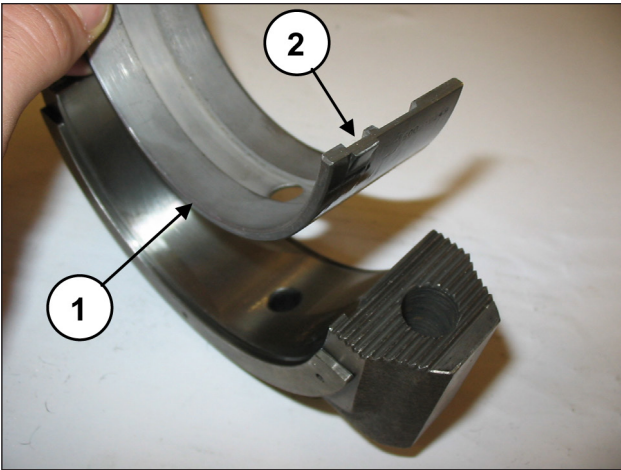

Abb. 83
Montieren Sie die unteren Lagerschalen an die Pleueldeckel (Pos. ①, Abb. 83) und vergewissern Sie sich dabei, dass die Bezugsmarkierung der Lagerschalen in der entsprechenden Aufnahme am Deckel zu liegen kommt (Pos. ②, Abb. 83).